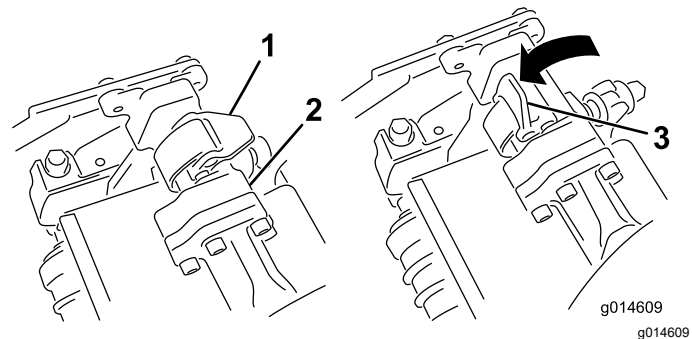
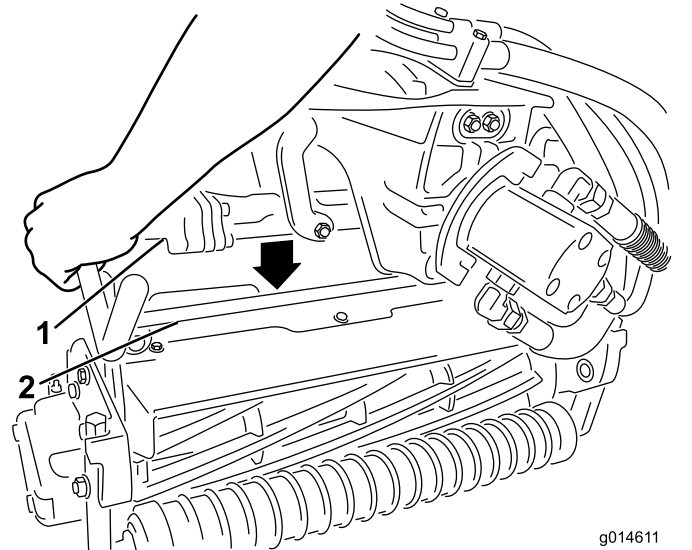

Bild 47
Bild 48
4. Drücken Sie die Riegel nach unten um die Schneideinheitstange herum und arretieren sie (Bild 47).
3. Die Riegel an der Aufhängearmstange müssen nach oben zeigen (d. h. offen) (Bild 47); drücken Sie den Aufhängearm dann so nach unten, dass die Stange über die Stange an der Oberseite der Schneideinheit passt (Bild 48).
4. Öffnen Sie die Riegel an der Aufhängearmstange der Schneideinheit, die Sie entfernen möchten (**Bild 47**).